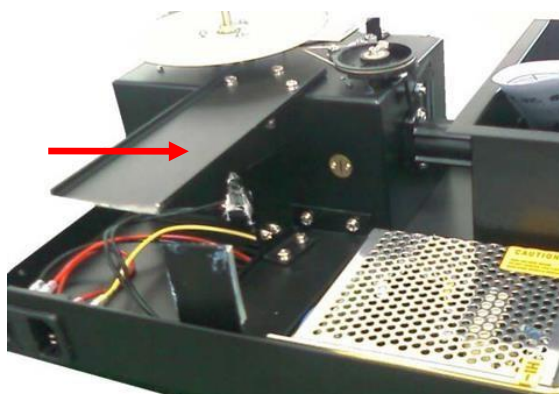

Рисунок 34 – Отсек лампы
3.1.2. Замените вышедшую из строя лампу на новую (Рисунок 34).